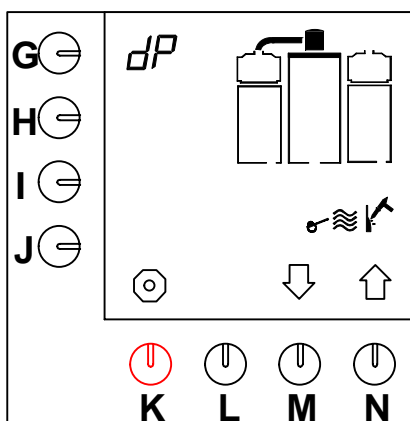

Fig. 18 Start av bryggarsystemets avkalkningsprogram
- Avkalkningsprogrammet visas på displayen (fig. 18).